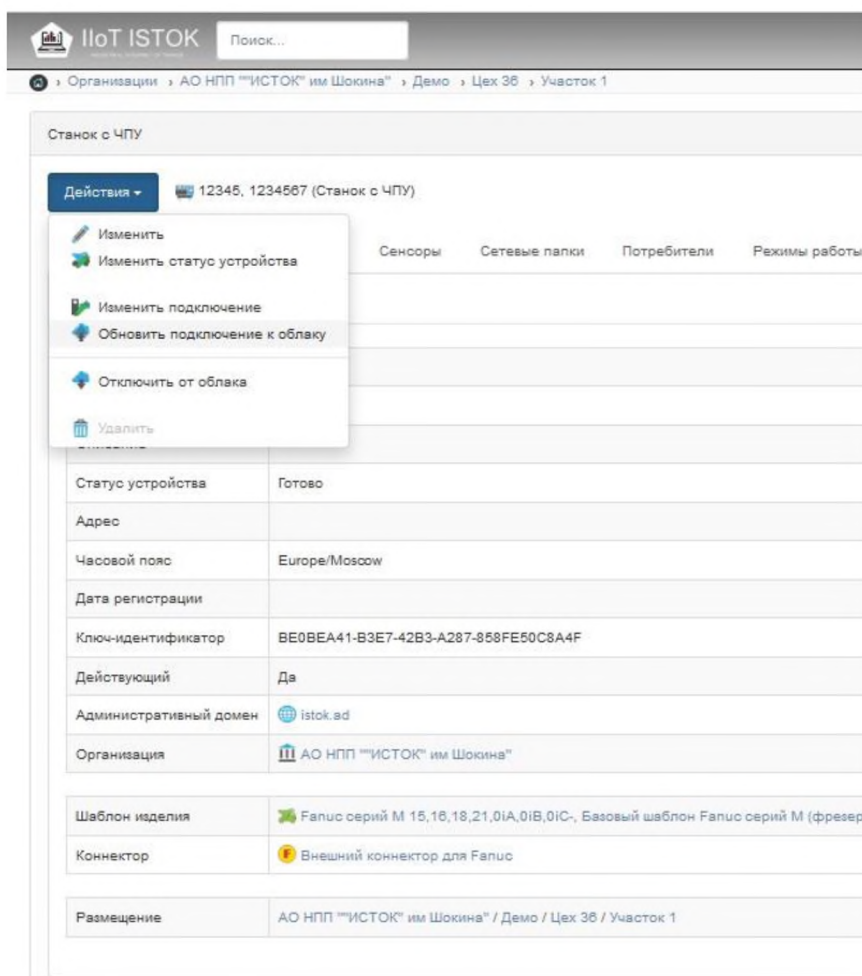

Рисунок 78 – Обновление подключения к облаку
- 7) После изменения изделия обновите подключение к облаку. **Действия, Обновить подключение к облаку** (рис. 78).